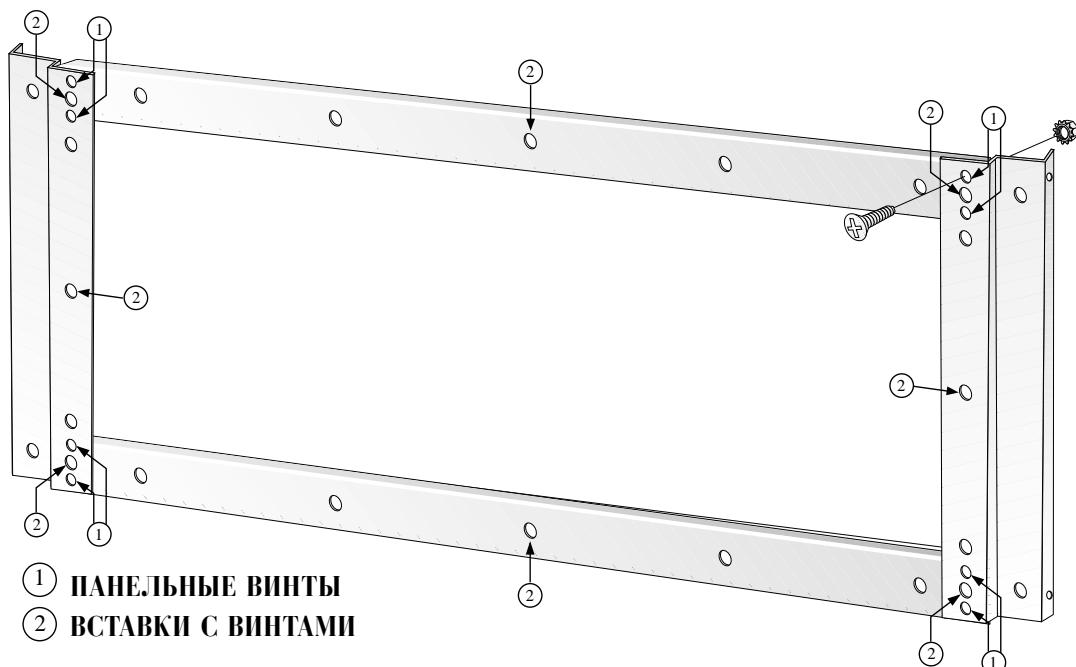
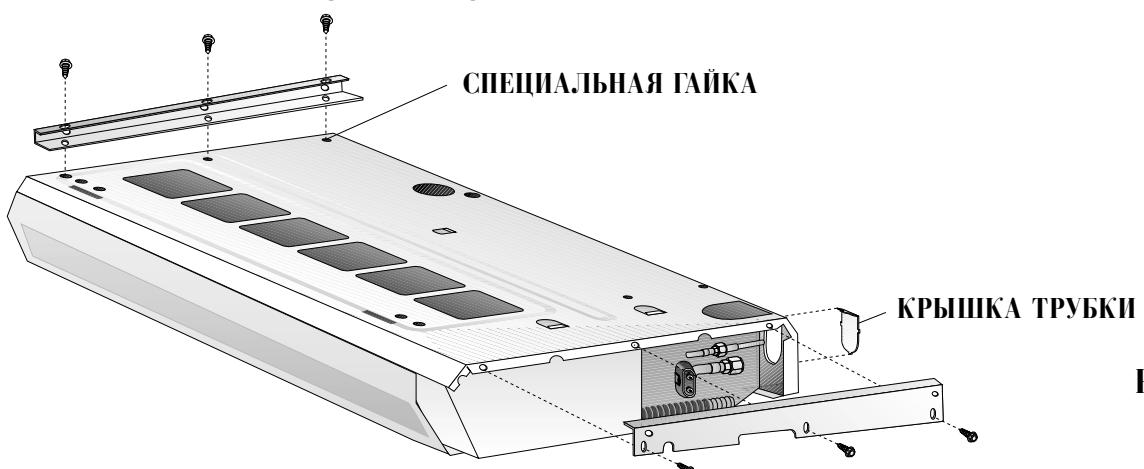

Рис. 2
Рис. 5
- Если трубы выводятся горизонтально (направление ①), то нужно снять нижнюю крышку (см. рис. 5).
- Если трубы выводятся вертикально (направление ②), то должен быть установлен водяной насос для слива (поставляемый отдельно по требованию).
- Для сборки установочного кронштейна используйте 4 установочные планки и 8 винтов и гаек UNC-10 (рис. 2).
- С помощью 6 крепежных винтов прикрепите к кондиционеру левую и правую боковые планки, как показано на рис. 5. При этом: